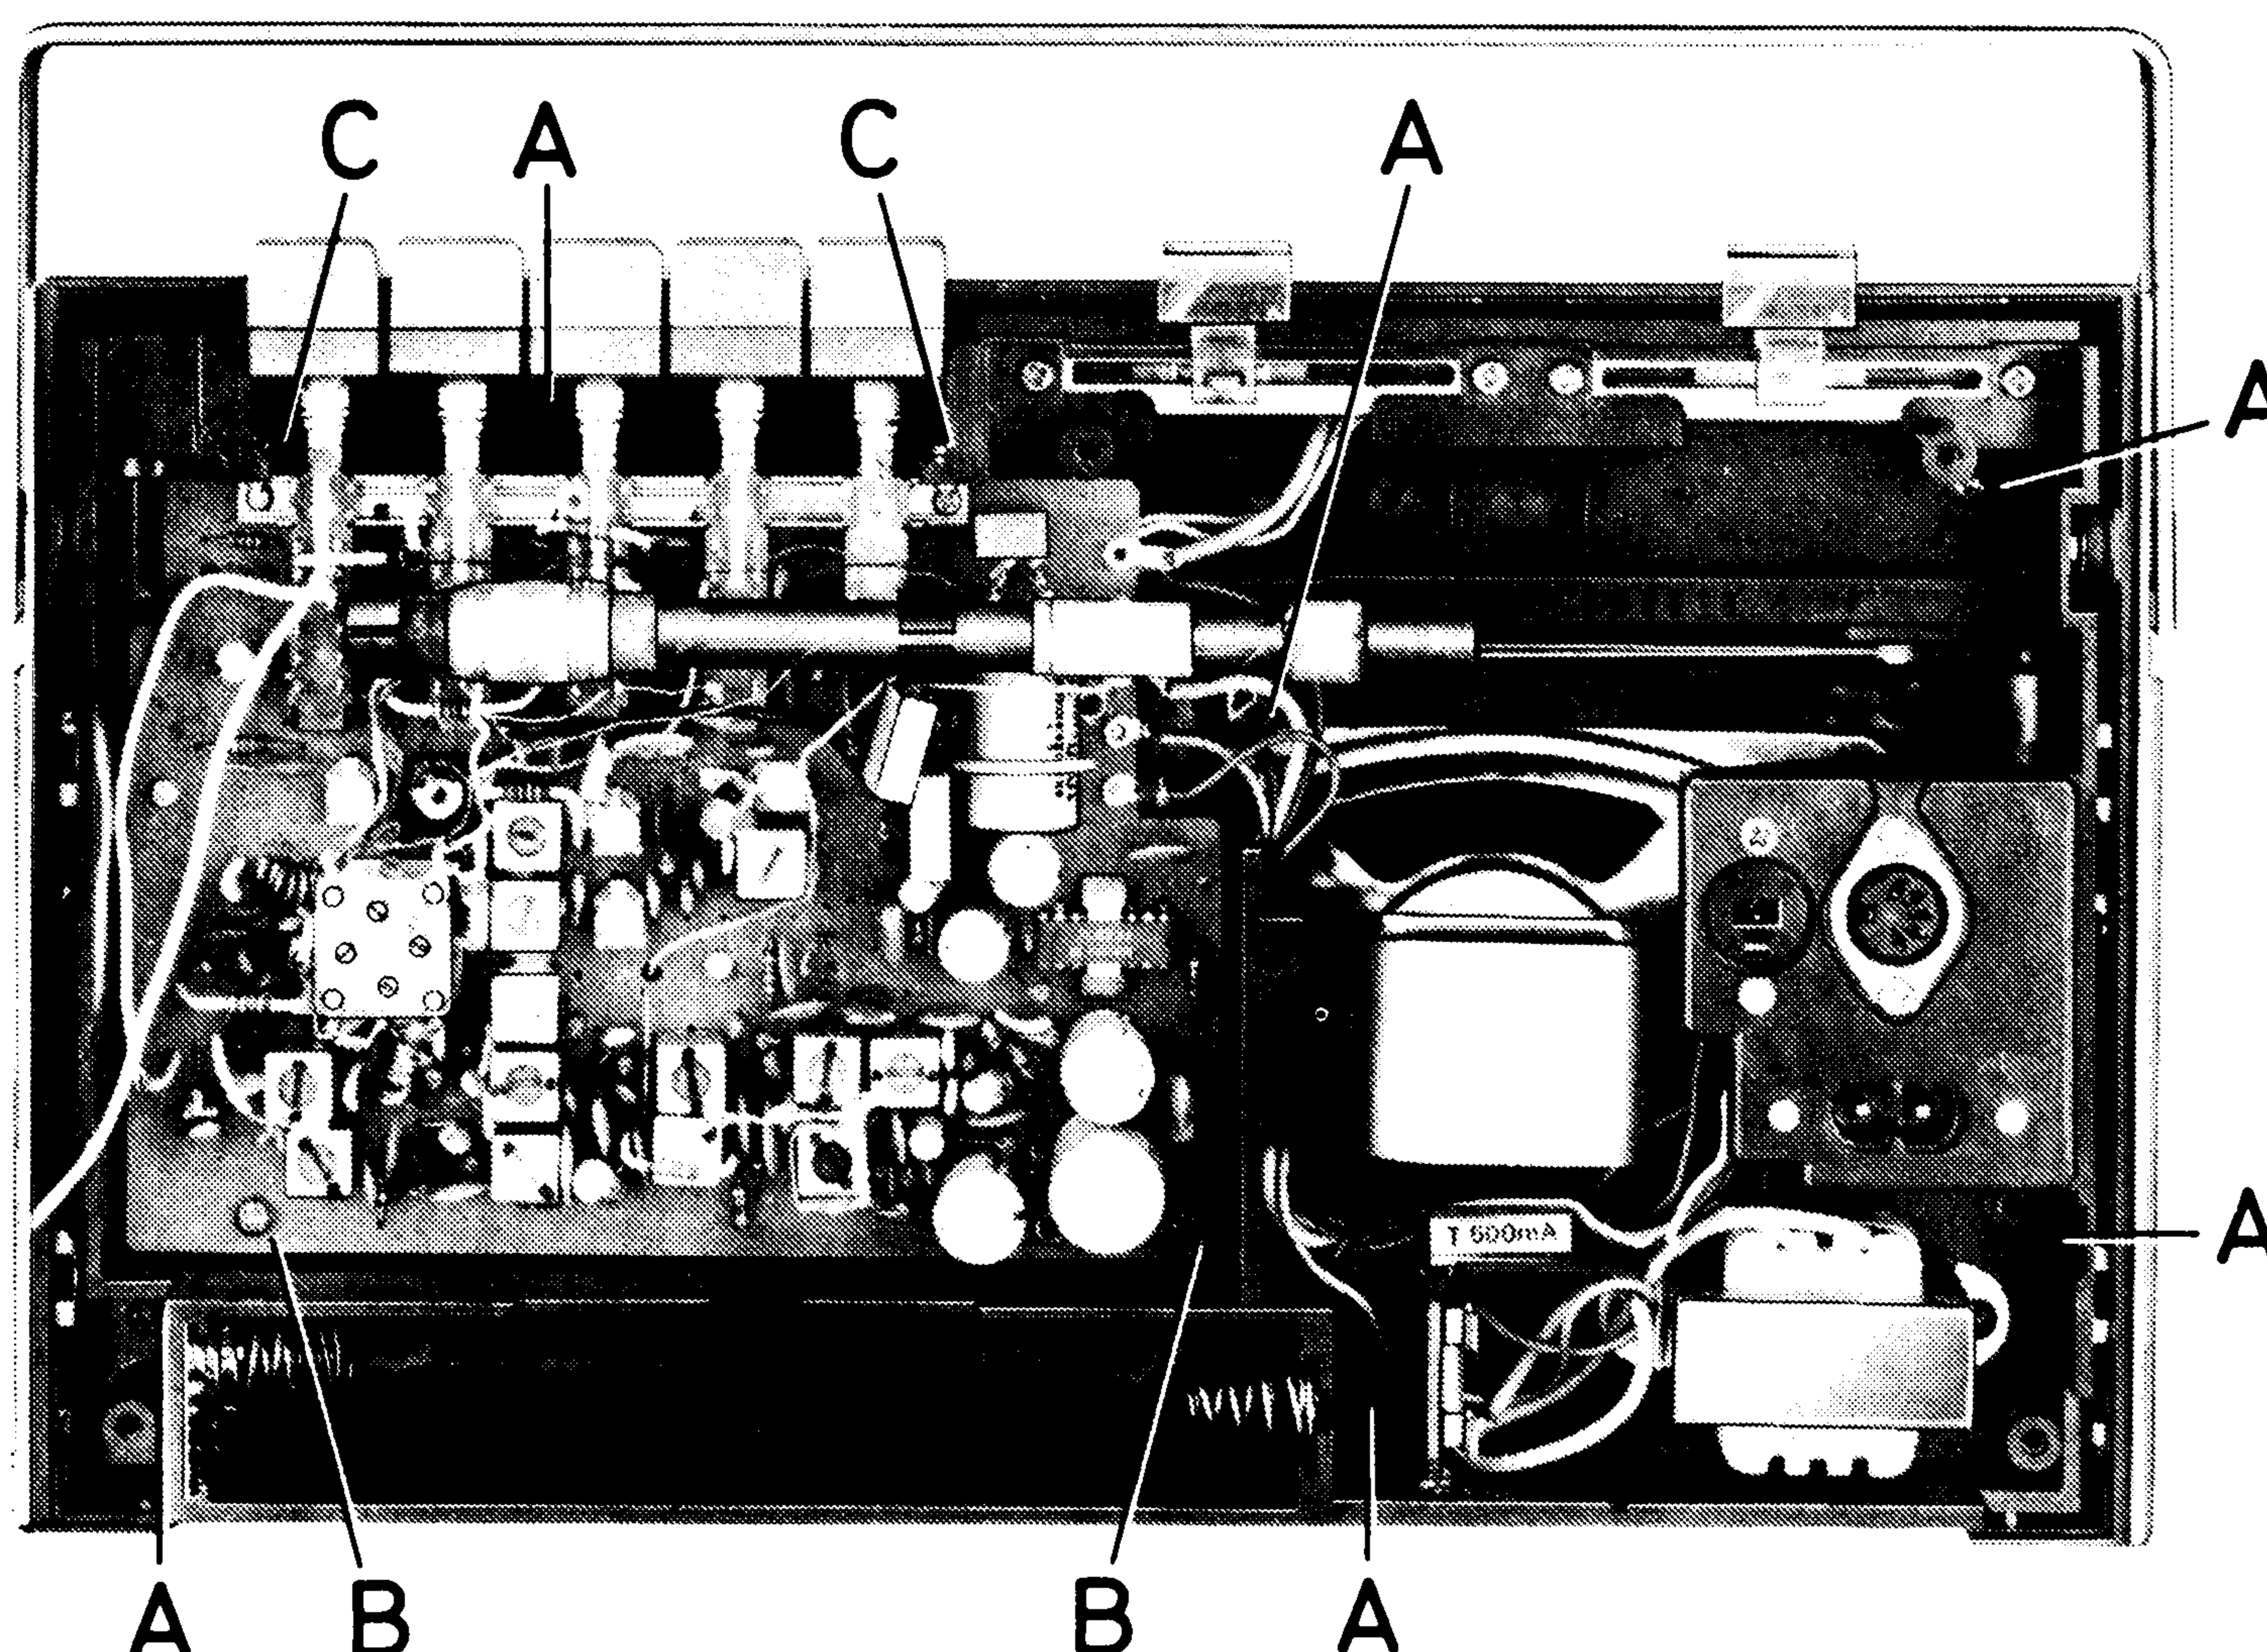

Fig. 4
- 1.4 Die 6 Chassisschrauben „A“ entfernen (Fig. 4).
- 2.2 Die beiden Schrauben „B“ auf der Platte am Batteriehalter entfernen (Fig. 4).
- 1.4 Remove the 6 chassis screws “A” (fig. 4).
- 2.2 Remove the two screws “B” on the board at the battery holder (fig. 4).